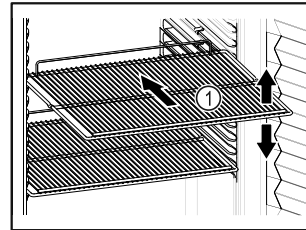

Fig. 61 Näitlik kujutis
- Kui hoiurestid Fig. 61 (1) on teisedatavad, siis kohandage olenevalt kõrgusest.